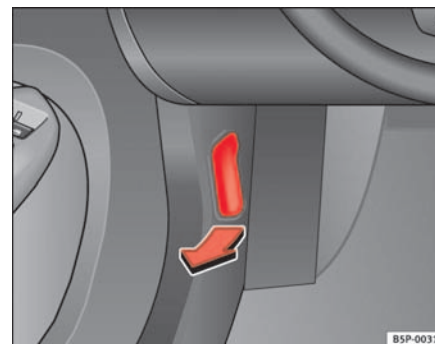

Fig. 151 Pormenor na zona dos pés do lado do condutor: alavanca desbloqueadora do capot.
- Puxar a alavanca que se encontra debaixo do painel de instrumentos ⇒ **página 211, fig. 151** no sentido indicado pela seta. O capot fica destrancado pela acção da mola ⇒ .